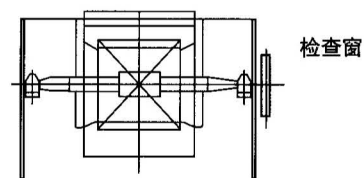

图18
- C. 密闭箱接近轴承之处所亦均需开有检查窗, 以便于检查及修理(图18)。